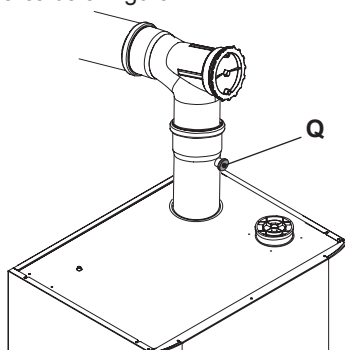

Figura 7.2
- Collegare un analizzatore fumi alla presa di analisi fumi (Q) posta sugli scarichi fumi della caldaia Figura 7.2.